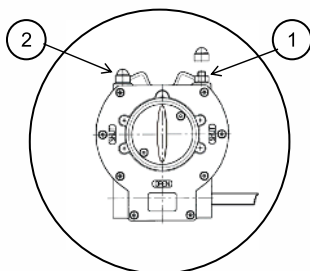

Рис.1 Кран с установленным редуктором
**1.3** Установите редуктор в положение «открыто»- указатель положения редуктора должен указывать на положение OPEN (открыто) см. рис.1.
**1.10.1** Снять защитный колпачок с контр-гайки упора-ограничителя. Открыть упор-ограничитель 1 и 2 (см. рис.1).